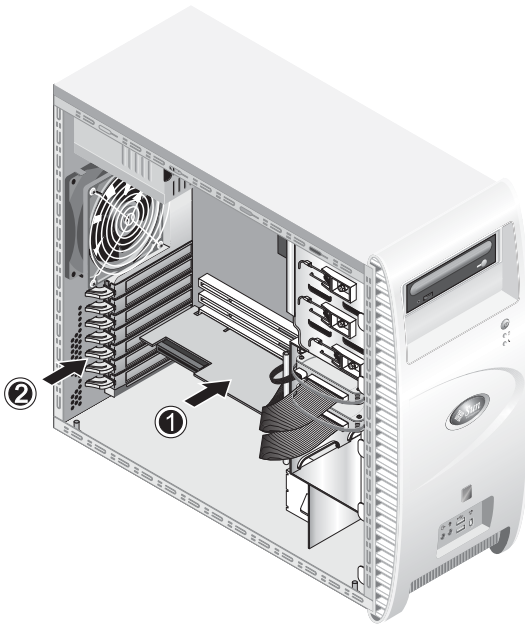

FIGURA 4-16 Instalación de la tarjeta PCI
8. **Instale la tarjeta PCI en la ranura seleccionada y ejerza presión sobre la misma hasta que se asiente correctamente (véase (1) en la FIGURA 4-16).**
9. **Gire el clip de retención nuevamente hacia el chasis hasta que el clip encaje en su lugar (véase (2) en la FIGURA 4-16).**